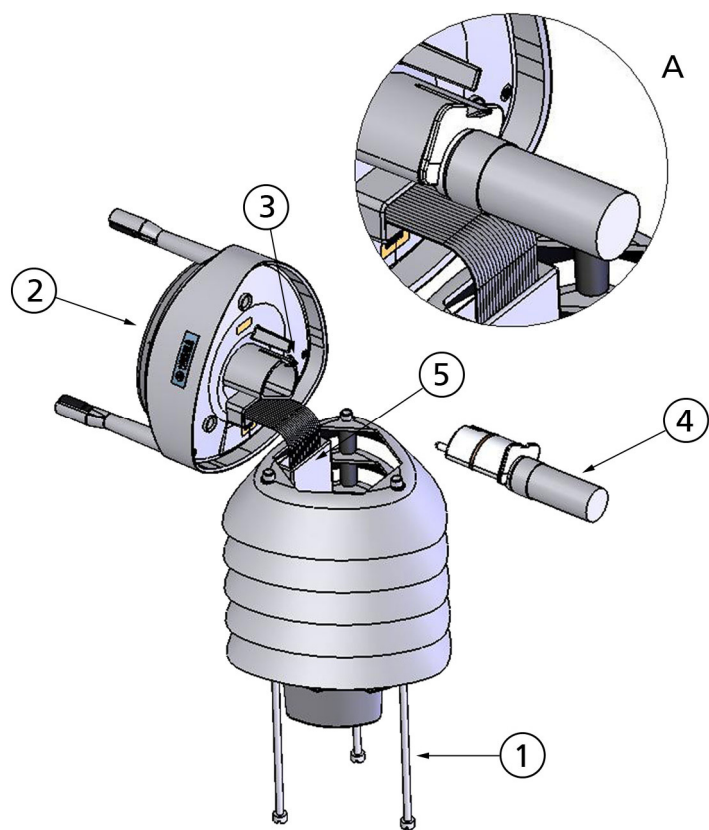

图 26 更换 PTU 模块
3. 松开白色小门锁片(请参见第 116 页上图 26 中的 A 部分),然后卸下 PTU 模块。